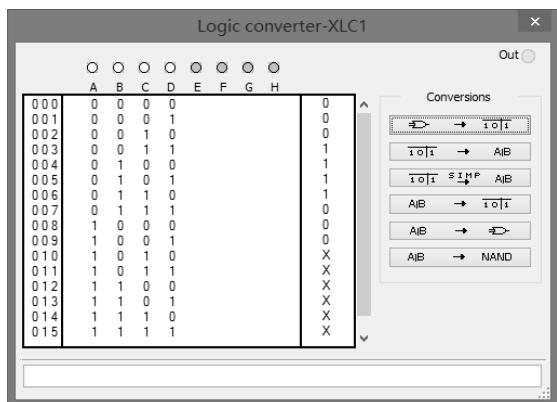

图 4.5.11 输入输出的关系
(3) 确定输出变量的值: 每单击“?”号一次, 值会依次变成 0、1、X(不允许出现的取值)。分析: 当输入为 2(0010) < 8421 码 < 7(0111) 时, 输出为 1; 8421 码为 0(0000) ~ 2(0010) 及 7(0111) ~ 9(1001) 时, 输出为 0; 8421 码只有 10 种组合(0~9), 所以 10~15 为约束项, 输出为 X。具体如图 4.5.11 所示。